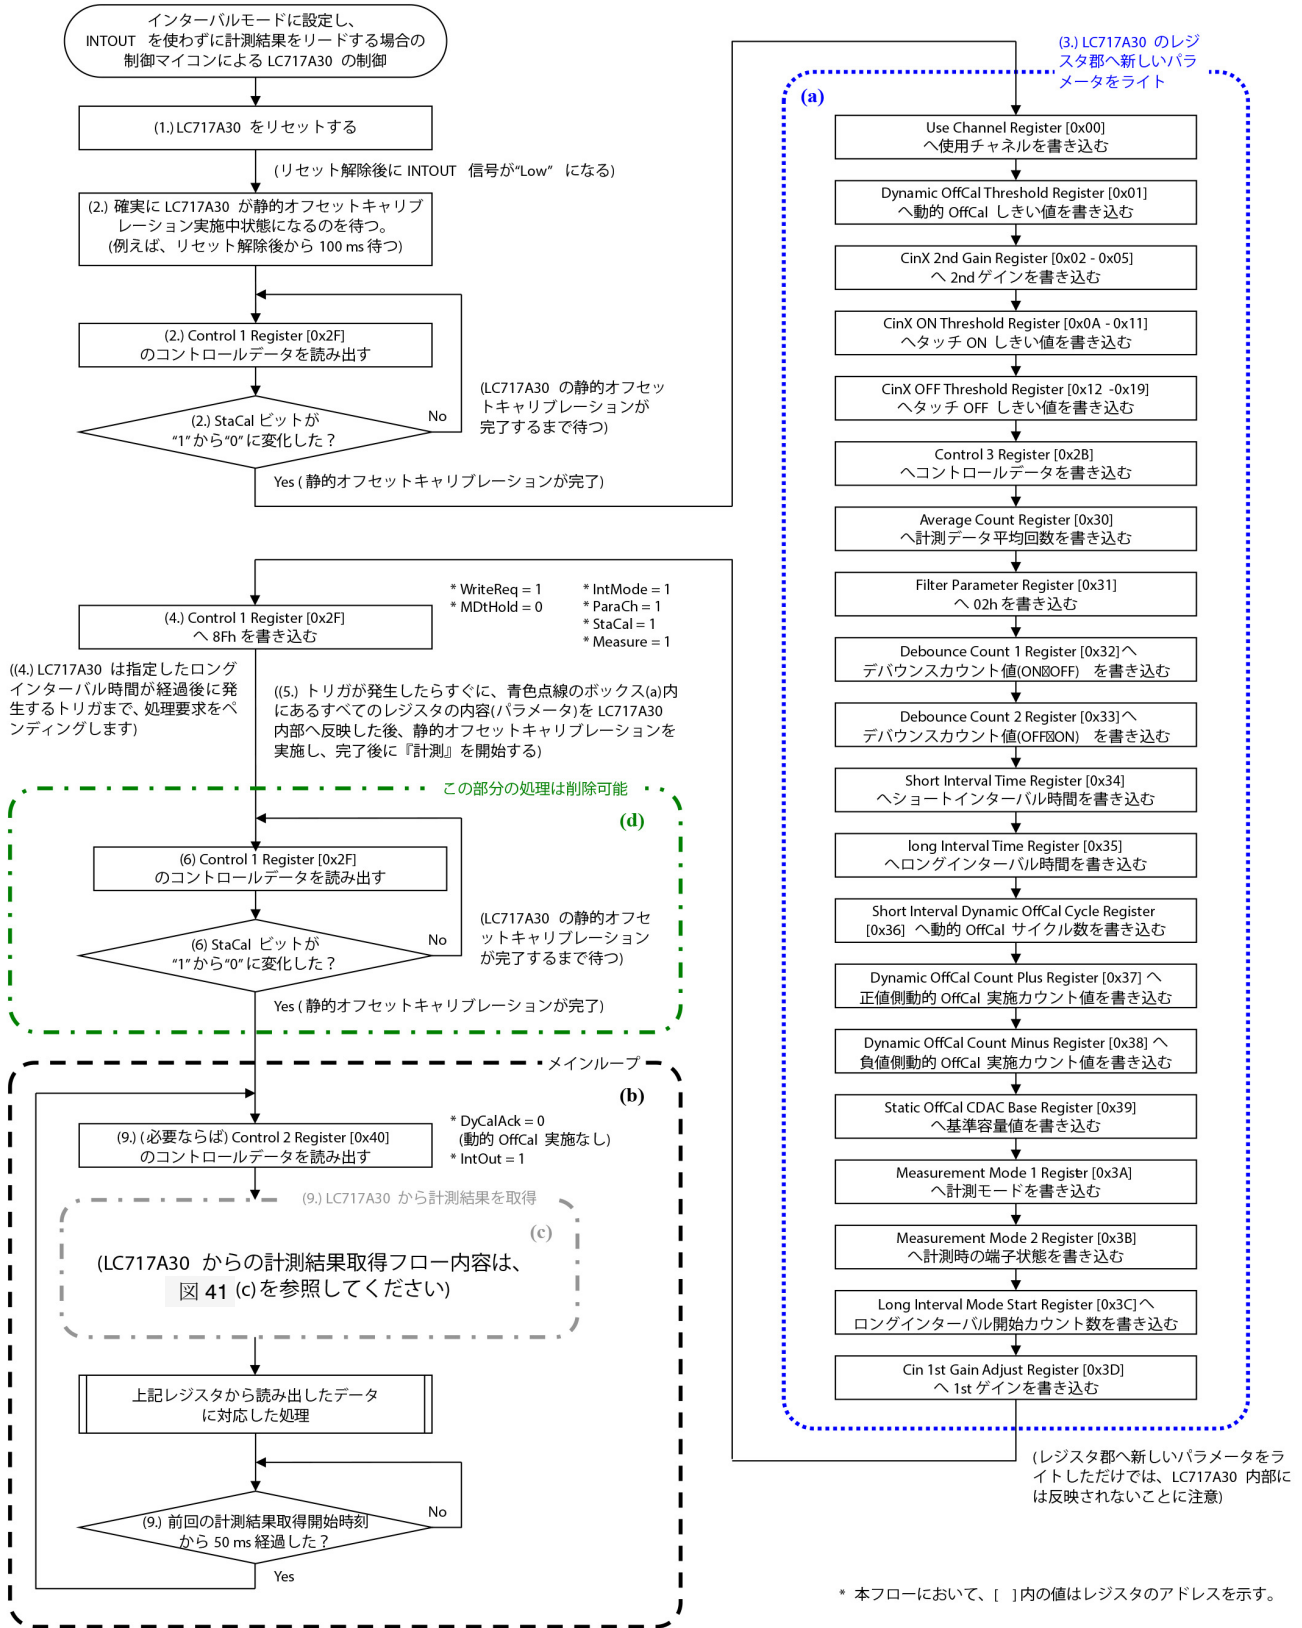

図 43. インターバルモードに設定し、INTOUTを使わずに計測結果をリードする場合の制御例
3. 制御マイコンは、新しい設定パラメータをLC717A30のレジスタ群にライトします。(具体的には、制御マイコンは、図43の青の点線で囲まれたボックス(a)内のすべてのレジスタまたは一部のレジスタに新しいパラメータをライトします)